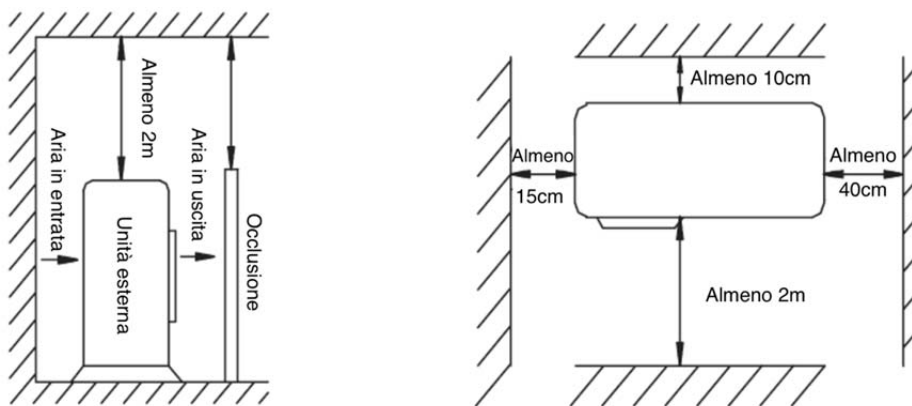

Fig.2
- Devono essere garantite le distanze minime da qualsiasi parete adiacente come mostra la Fig. 2.